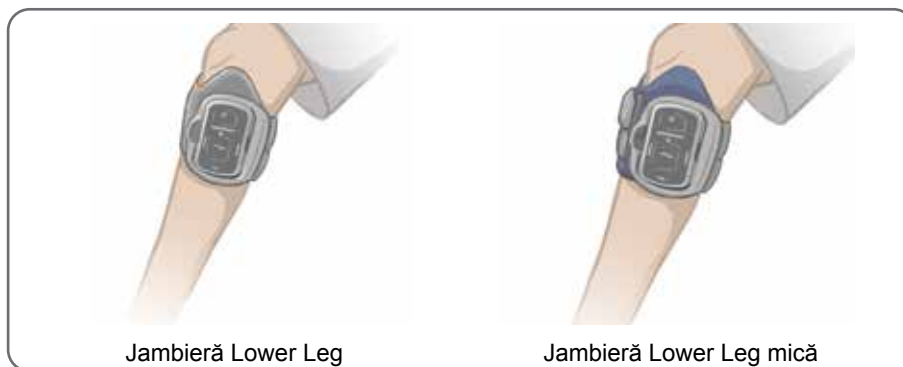

Figura 6-14: Jambieră Lower Leg fixată pe picior
5. Asigurați-vă că jambiera Lower Leg este poziționat corect. Consultați Figura 6-14. Repoziționați jambiera Lower Leg după cum este necesar. Reglați cârligul și buclele de fixare pentru a asigura o fixare bună. Consultați Figura 6-12.